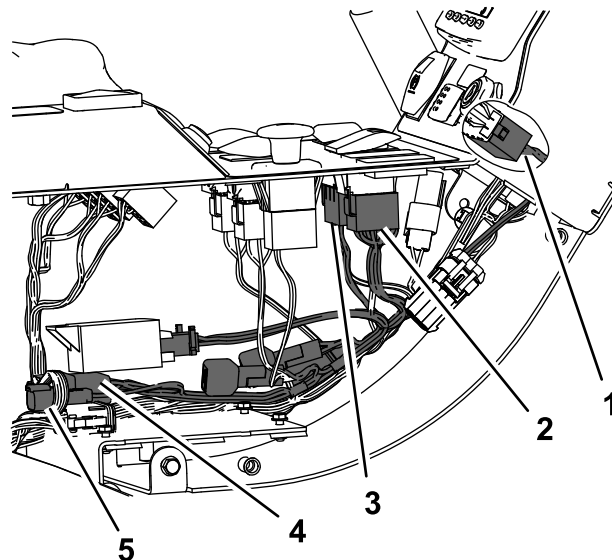

Figura 5
5. Collegate il nuovo cablaggio preassemblato all'interruttore delle luci di emergenza, all'interruttore degli indicatori di direzione e all'interruttore del freno ausiliario (Figura 5).
6. Collegate il cablaggio preassemblato al cablaggio preassemblato principale della macchina all'interno della consolle (Figura 5).